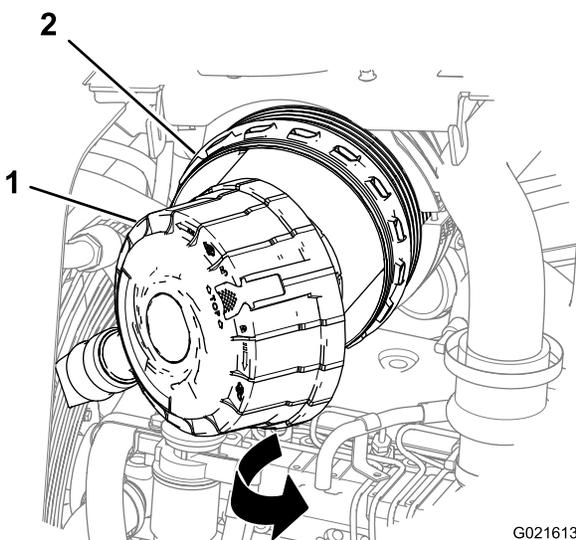

Figure 49
4. Écartez le couvercle du boîtier du filtre à air et déposez-le (Figure 49).
2. Alignez le couvercle du filtre à air sur son boîtier (Figure 49).
3. Avec un chiffon humide propre, nettoyez l'intérieur du boîtier du filtre à air (Figure 49).
- Nettoyez l'intérieur du boîtier du filtre à air avec un chiffon propre humide (Figure 49).